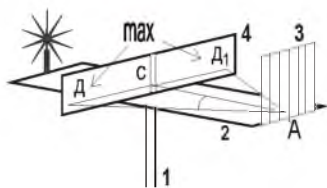

Рисунок 5
При помощи дифракционной решетки, зная  $\varphi$ ,  $k$ ,  $d$ , используя выражение (4), можно определить длину волны  $\lambda$ . Порядок спектра определяется последовательным счетом от центрального  $\text{max}$  (рисунок 5). На штативе (1) шарнирно укрепляется горизонтальная линейка (2). На ней размещаются дифракционная решетка (3) (обращенная к глазу) и передвижная вертикальная шкала (4) с прорезью (обращена к источнику света, в которой подвижно закреплены различные светофильтры).